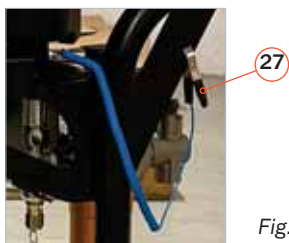

Fig.5
- 27** Cabo de conexão à terra (Fig. 5)